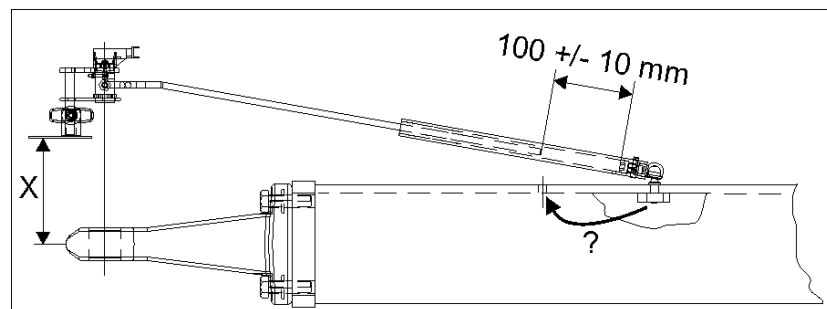

Fig. 133
- Den Abstand zwischen Kuppelpunkt und Drehwinkelgeber (Fig. 133/ X) möglichst gering halten (besonders bei Hitch-Deichsel).